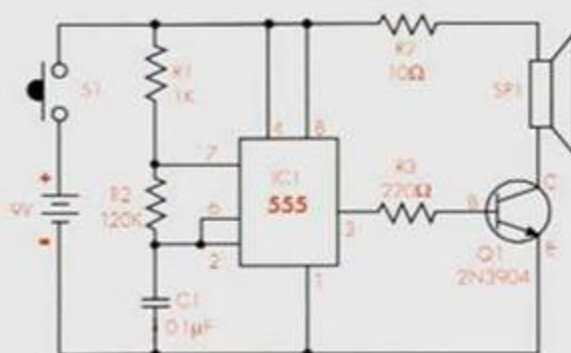

Figura 1. Diagrama esquemático
1. Arme en el protoboard el circuito que aparece en el diagrama esquemático de la figura 1. Puede usar como guía el diagrama pictórico. Recuerde que puede montar los componentes en cualquier orden, a excepción de la batería, la cual debe conectarse de último. Revise la orientación del circuito integrado, de tal modo que sus pines no queden invertidos.